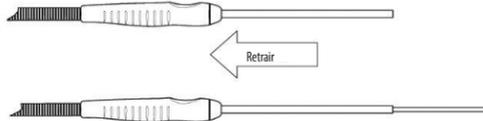

Figura 3: Retração do cabo e da haste rígida
- Para um dispositivo cryoICE, retraia o cabo e a haste rígida para expor a sonda de alumínio maleável. Consulte a Figura 3: Retração do cabo e da haste rígida.